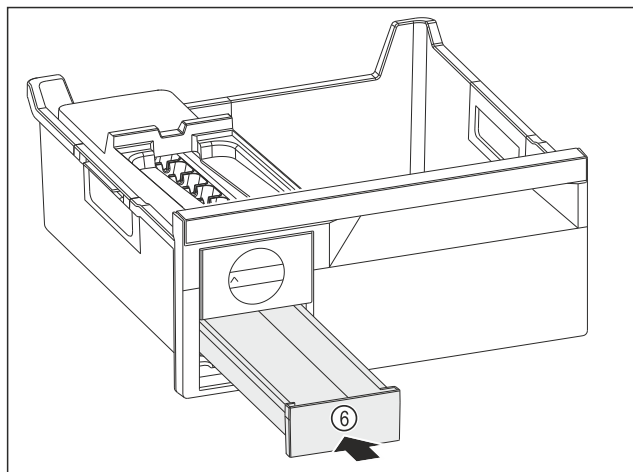

Fig. 249
- Eiswürfelschubfach Fig. 249 (6) einschieben.